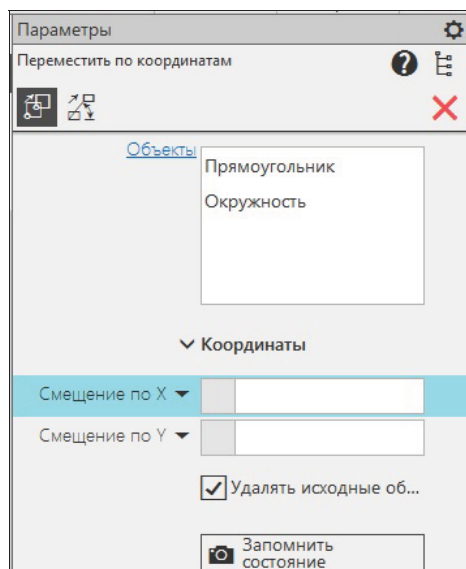

Рис. 11.1. Панель Параметры: Переместить по координатам
В процессе выполнения одной из команд группы можно перейти к выполнению другой с помощью кнопки, расположенной в заголовке панели **Параметры** (рис. 11.1).
- ◆ вызовите команду **Переместить по координатам**. На панели **Параметры: Переместить по координатам** в окне **Объекты** отобразился список выделенных объектов (рис. 11.1) и появились элементы управления перемещением: